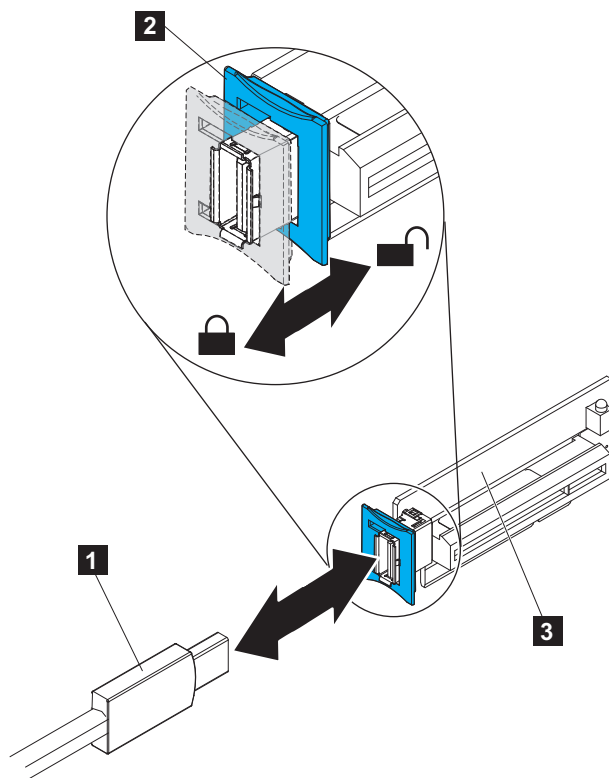

図 102. USB ライザー・カード上の USB サービス・コントローラーのケーブル・コネクタ
- c. 青色ロック・バー (136 ページの図 102 の 2) をつかみ、USB ライザー・カード・アセンブリー (3) の方向にスライドさせてアンロック位置にし、コネクターから USB ケーブル (1) を取り外します。
- b. USB サービス・コントローラー・ケーブル (図 102 の **1**) を USB ライザー・カード・アセンブリー (**3**) のコネクタに位置合わせし、しっかり収まるまでコネクタに押し込みます。